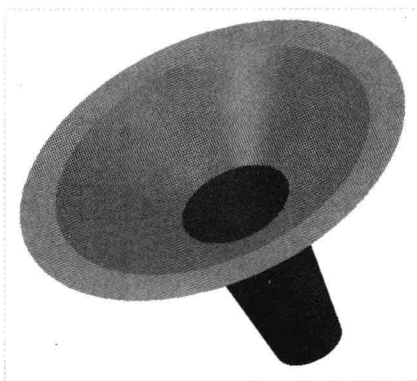

图 10-67 拔模曲面
Step 06 单击“应用并保存在工具中所做的所有更改，然后关闭工具操控板”按钮, 即可拔模曲面，如图 10-67 所示。